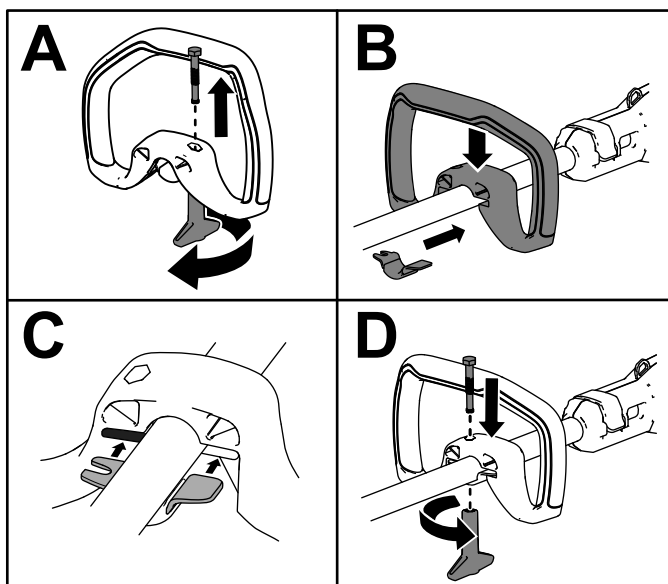

Figura 4
1. Separe la empuñadura auxiliar del soporte desenroscando el pomo de bloqueo de la empuñadura y retirando el perno (Figura 4, A).
2. Alinee el soporte con la empuñadura auxiliar (Figura 4, B).
3. Deslice el soporte en la ranura de la empuñadura auxiliar (Figura 4, C).
4. Sujete el soporte inferior a la empuñadura auxiliar con el pomo de bloqueo del manillar y el perno que retiró anteriormente (Figura 4, D).